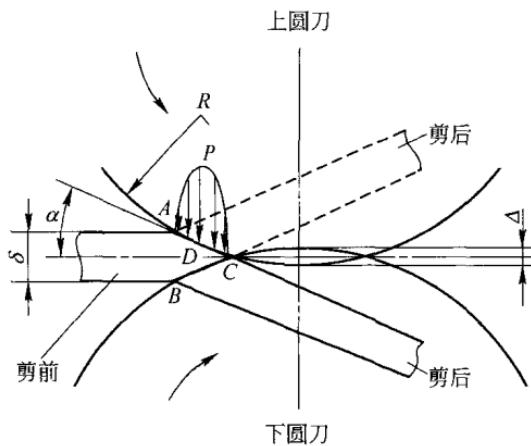

图1 金属板材滚剪原理图
本书所述的金属板材裁切，主要是指滚剪（又称圆盘剪、辊剪）。滚剪的过程和剪切机理较复杂，其剪切质量与被切板材的材质、厚度、硬度、滚切刀外径和刃口锋利度密切相关，很难用一个完整的公式来解析。尽管有学者采用经验公式来分析滚剪的力学过程，但人为的修正因素很多，随意性较大。本书仅以定性方法解释几个主要参数的重要性。图1给出了圆刀滚剪的原理。
(1) 剪切段 AC : 指板材表面与圆刀第一接触点 A 至上下圆刀重叠区的交点 C 相连后的直线段。
(2) 剪切力 P : 板材和圆刀在 AC 段所受的作用力。由图 1 可见，剪切力 P 在整个 AC 段内的分布是不均匀的。在圆刀咬入钢板阶段，板材受压并产生塑性变形，剪切力从零开始逐步增加，达到材料的剪切强度（强度极限，或材料断裂的门槛值）后，钢板开始发生断裂。随后因断裂扩展所需的动力大大低于裂纹形成的动力，即扩展剪裂的作用力比形成剪裂所需的力要小，且随着板材被剪后相连部分面积的减少，所需的剪切力逐渐下降，直至板材被完全剪断，剪切力又返回零位。因此，钢板的滚剪总需经历“咬入、变形、滑移、剪断”的过程。
(3) 咬入角 α : 指剪切段 AC 和被切板材中心线的夹角。其两倍值，工程上称剪切角。咬入角 α 增大，剪切力 P 所产生的水平分力也就会增大。如果此水平分力大于钢板的进料力，板材要么打滑，要么在圆刀前拱起来而无法剪切。但咬入角 α 减小，刀片的直径就会增大，分条机的尺寸也会增大。因此，如何平衡咬入角 α 、刀片直径 D 、材料厚度 δ 及下面我们将提到的重叠量 Δ ，必须参照已有设备的参数和实际工况而定。
(4) 重叠量 Δ : 指上下圆刀的重叠量。在刀片直径 D 、材料厚度 δ 已定的情况下，重叠量 Δ 的变化也会影响咬入角 α 。但其影响不在于能否剪断板材，而在于剪切质量的优劣、